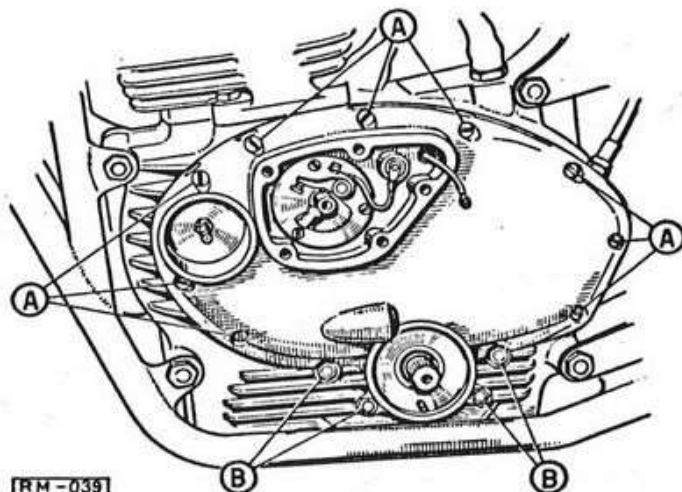

Fig. 39 - Smontaggio coperchio lato sinistro motore.
82 Svitare le otto viti (A, fig. 39) e i quattro dadi (B) che fissano il coperchio: togliere il coperchio, sfilandolo nella direzione degli alberi del ruttore e dell'avviamento, facendo attenzione a non guastare le guarnizioni di tenuta di detti alberi.